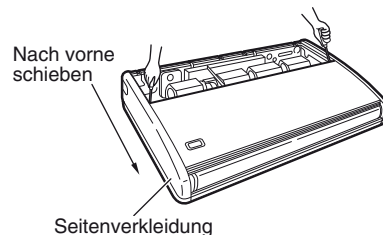

**Abb. 3-8**
- (4) Die Hängeanker hineindreihen, wobei diese aus der Decke herausragen müssen (Abb. 3-6 und 3-7). Die Längen der herausragenden Anker müssen gleich sein und dürfen 50 mm nicht überschreiten. (Abb. 3-8)